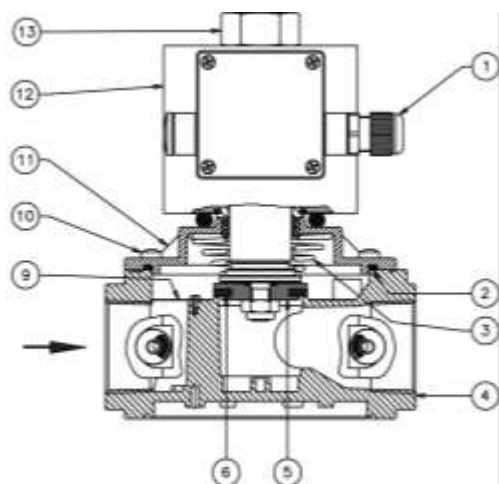

Рис. 2
Клапан рис. 2 состоит из: электрический коннектор (1); верхнее уплотнительное кольцо (2); пружина запирающего механизма (3); корпус (4); затвор (5); уплотняющая прокладка (6); фильтрующая сетка \* (9); винты крепления крышки (10); крышка (11); электромагнитная катушка (12); гайка крепления электромагнитной катушки (13).